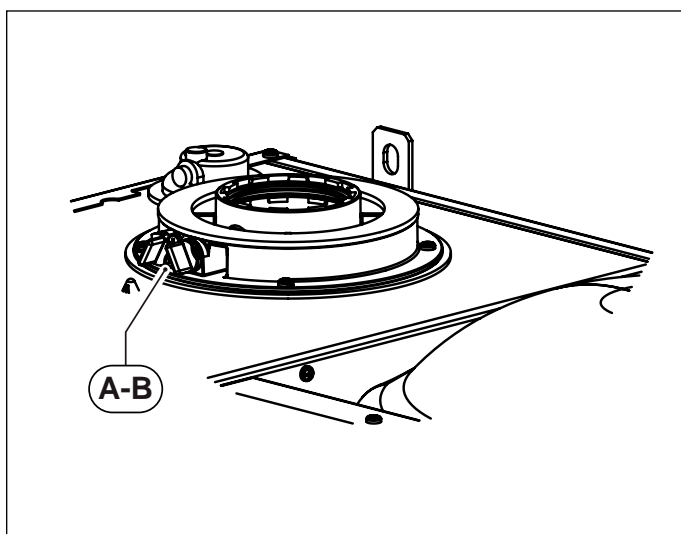
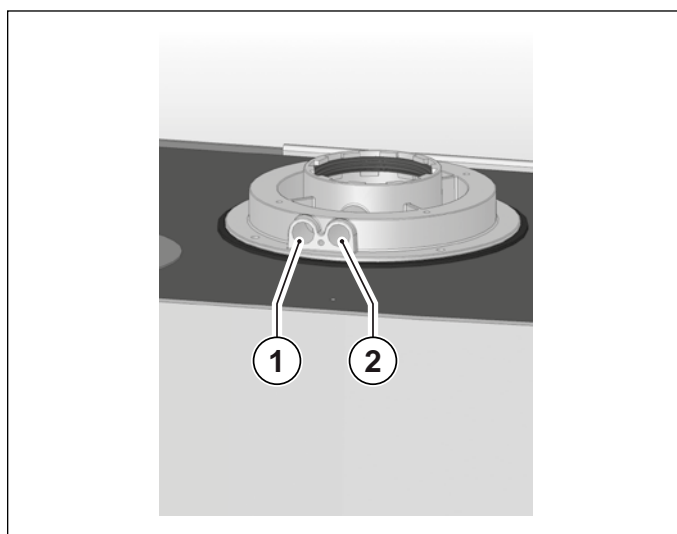

Fig. 19 Poziția bușoanelor
Fig. 20 Poziția orificiilor
Centrala termică este prevăzută cu un turn pentru racordarea conductelor de aspirație aer/evacuare gaze arse (vezi Fig. 19 Poziția bușoanelor și Fig. 20 Poziția orificiilor).
În turn au fost prevăzute orificii pentru accesul direct al aerului de combustie și pentru evacuarea gazelor arse (vezi Fig. 20 Poziția orificiilor).
Înainte de a efectua măsurătorile înlăturați bușoanele **A** și **B** din orificiile prevăzute pe turn (vezi Fig. 19 Poziția bușoanelor).
- măsurarea aerului de combustie preluat din orificiul **1** (vezi Fig. 20 Poziția orificiilor).
- măsurarea temperaturii gazelor arse și a CO₂ prelevat din orificiul **2** (vezi Fig. 20 Poziția orificiilor).
Cablurile termostatului trebuie conectate la bornele (1) și (2) ale plăcuței electronice (vezi Fig. 16 Schema electrică RTFS și Fig. 20 Schema electrică CTFS) după ce a fost eliminată puntea furnizată cu centrala termică. Fig. 25 Schema electrică) după ce a fost eliminată puntea furnizată cu centrala termică.